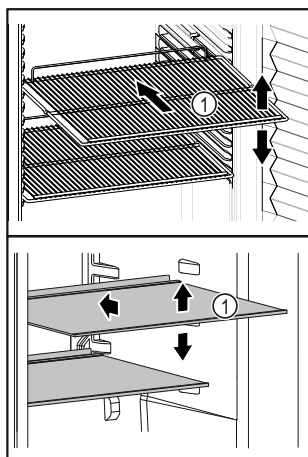

Fig. 22 Représentation à titre d'exemple
- ☐ Si les surfaces de rangement Fig. 22 (1) sont mobiles, les régler en hauteur.